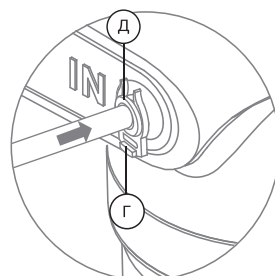

Рис. 15
1. Отсоедините стопорную клипсу (Г), затем вставьте до упора в фитинг трубку, продев ее через цанговое кольцо (Д) (рис. 15). Для герметизации соединения приложите дополнительное усилие, при этом трубка утопится еще примерно на 3 мм и будет плотно обжата резиновым кольцом.